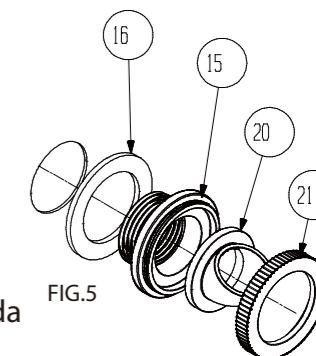

FIG.5
A. **USO DE LA ENTRADA DESVIADORA;** desvía la dirección del agua de retorno que entra a la alberca, vea parte #20 FIG. 5. Puede ajustar la entrada aflojando el ANILLO DE SEGURIDAD vea parte #21 FIG. 5. La ENTRADA DESVIADORA puede usarse para ayudar a generar una rotación del agua de la alberca en sentido de las manecillas del reloj hacia el área de entrada del EXTRACTOR DE ESPUMA de la pared de su alberca. Para esto ligeramente afloje el ANILLO DE SEGURIDAD y gire la ENTRADA DESVIADORA hacia arriba presionando el agua horizontalmente por debajo de la superficie del agua dirigiendo lejos del área de entrada del EXTRACTOR DE ESPUMA. NO LO DIRECCIONE precisamente hacia el EXTRACTOR esto disminuirá considerablemente la extracción y filtración. Asegure el ANILLO DE SEGURIDAD para sostener la ENTRADA DESVIADORA en la posición deseada que elija. Puede posicionar después la ENTRADA DESVIADORA hacia abajo para ayudar a mantener estable la estructura a lo largo del fondo de la alberca.